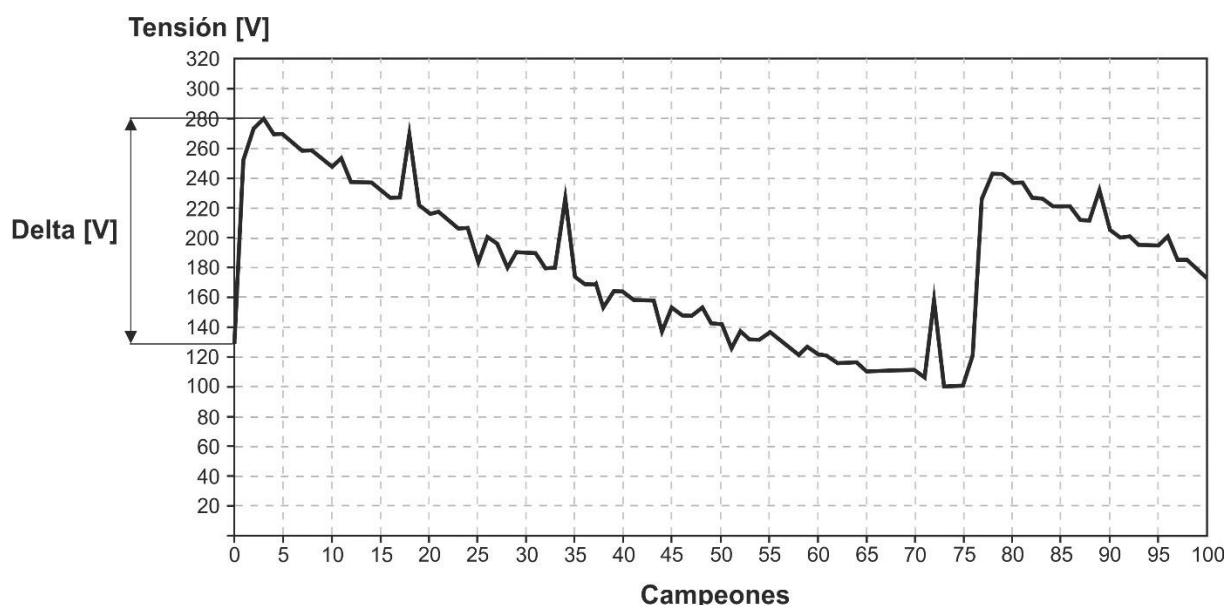

Fig. 92: Análisis transitorio de tensión rápido
2. El instrumento mide siempre **1000 muestras de $1\mu\text{s}$** de la señal que luego submuestra en función de la ventana de observación configurada y guarda **solo 100** (ver la Fig. 92) a fin de ahorrar memoria interna (por ejemplo si la Ventana = $100\mu\text{s}$ → el spike obtenido y 100 valores disponibles con resolución $1\mu\text{s}$; si la Ventana = $200\mu\text{s}$ → el spike obtenido y 100 valores disponibles con resolución $2\mu\text{s}$, etc.)
3. El instrumento guarda un **Delta [V]** igual a la **diferencia entre el valor instantáneo de tensión pre-spike (que podría también no estar presente en las 100 muestras mostradas) y el valor instantáneo de pico del spike** (ver la Fig. 92)